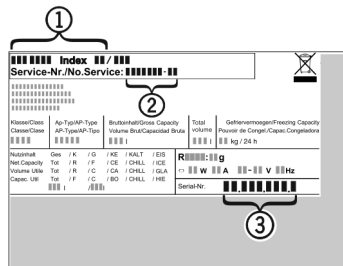

Fig. 11
- ▶ Z typového štítku odčítajte označenie zariadenia Fig. 11 (1), servisné č. Fig. 11 (2) a sériové č. Fig. 11 (3). Typový štítok je na ľavej vnútornej strane zariadenia.
- ▶ Upovedomte zákaznícky servis a oznámte chybu, označenie zariadenia Fig. 11 (1), servisné č. Fig. 11 (2) a sériové č. Fig. 11 (3).